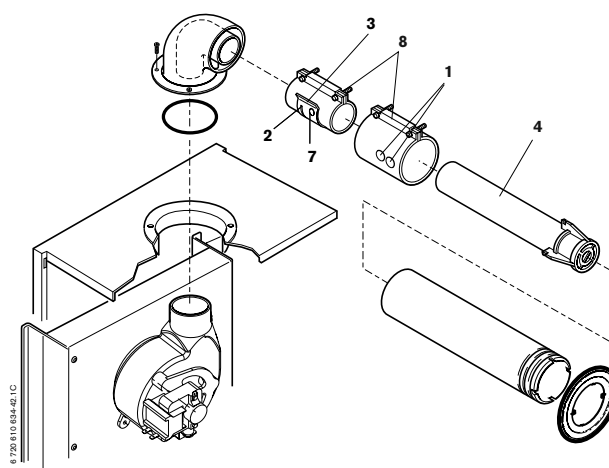

Fig. 86 Analisi di combustione
3. Operazione su sistema concentrico (orizz o vert./ Fig 86)
- Estrarre i tappi a pressione (1).
- Ora, sul condotto dei gas combusti (4), è visibile la vite interna (2) della finestrella scorrevole (3). Svitare leggermente la vite (2).
- Con l'aiuto d'un cacciavite, far scorrere la finestrella (3) fino a che non si veda il foro (7) per l'inserimento della sonda.
- Inserire il tappo (1) nell'altro foro esterno.
6. Ad operazione conclusa richiudere la finestrella (3).